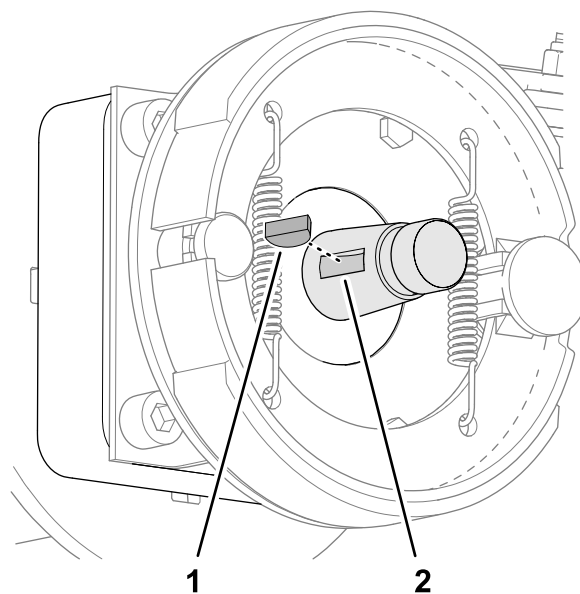

Рисунок 67
5. Снимите сегментную шпонку с вала мотор-колеса (Рисунок 67).